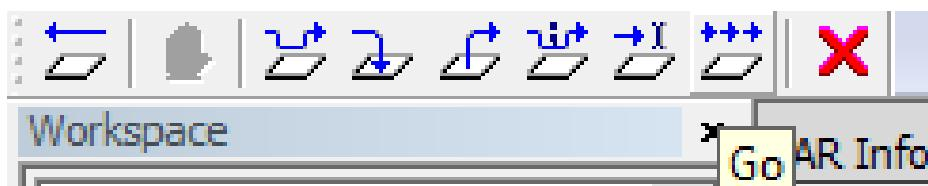

Рис. 1.33. Запуск программы
16. Далее можно запускать программу, как показано на рис. 1.33.